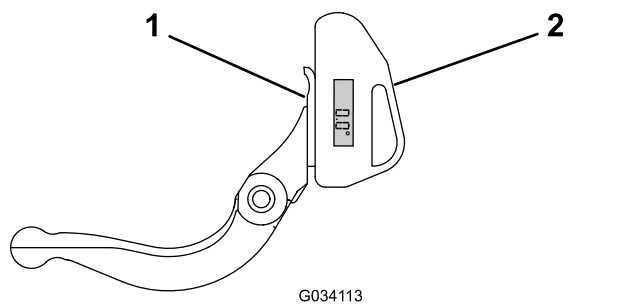

Рисунок 24
- Установите индикатор угла на нижней стороне неподвижного ножа, как показано на Рисунок 24.